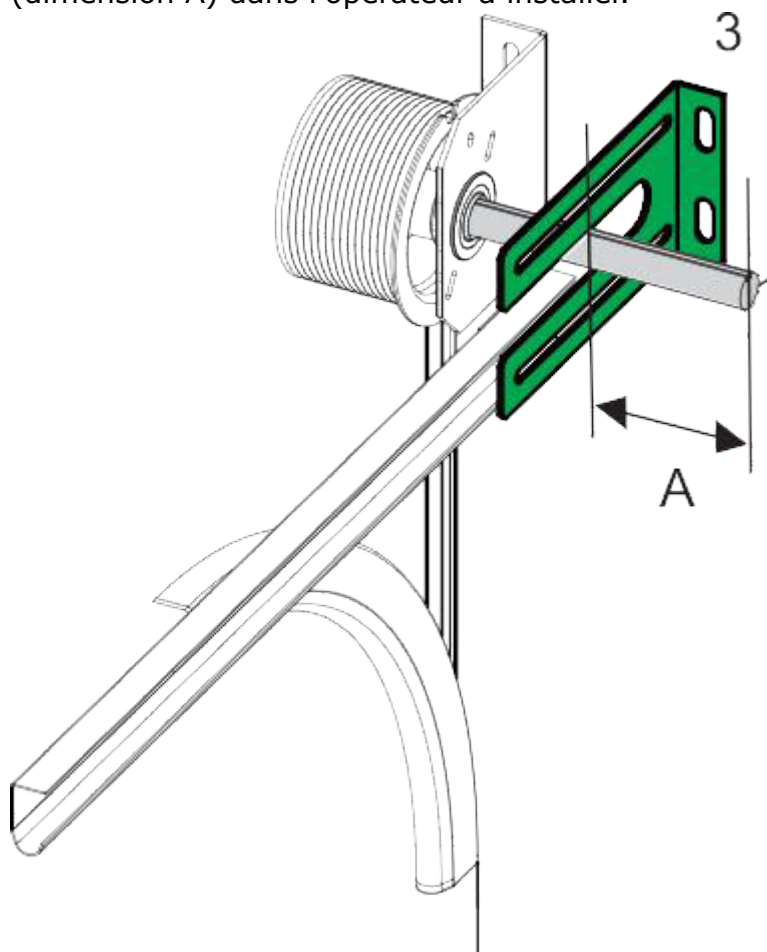

Fig. 1
3. Installer le support de couple (3) comme illustré à la Fig. 1 à l'aide d'agrafes adaptées au type de mur.